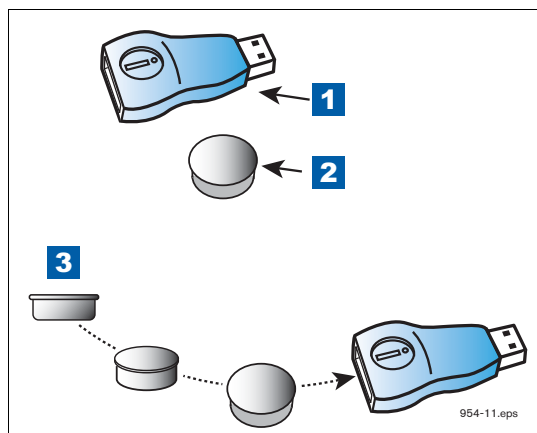

Figura 26. Inserção do iButton no adaptador USB
3. Retire a tampa de plástico do adaptador USB e insira o iButton no adaptador, conforme mostrado na Figura 26 abaixo.
LEGENDA PARA CAIXAS NUMERADAS LIG Figura 26